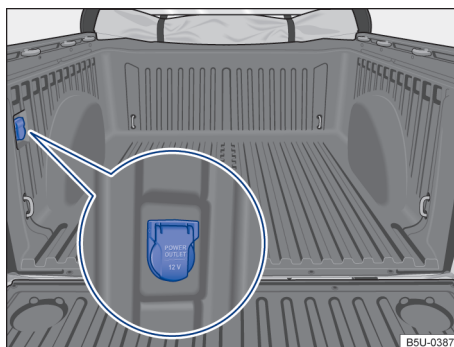

Fig. 108 Compartimento de carga: toma de corriente 12 V.
- La toma de corriente 12 V se puede encontrar en la parte interior del compartimento de carga → fig. 108 (dependiendo de la versión del vehículo, puede no estar disponible).